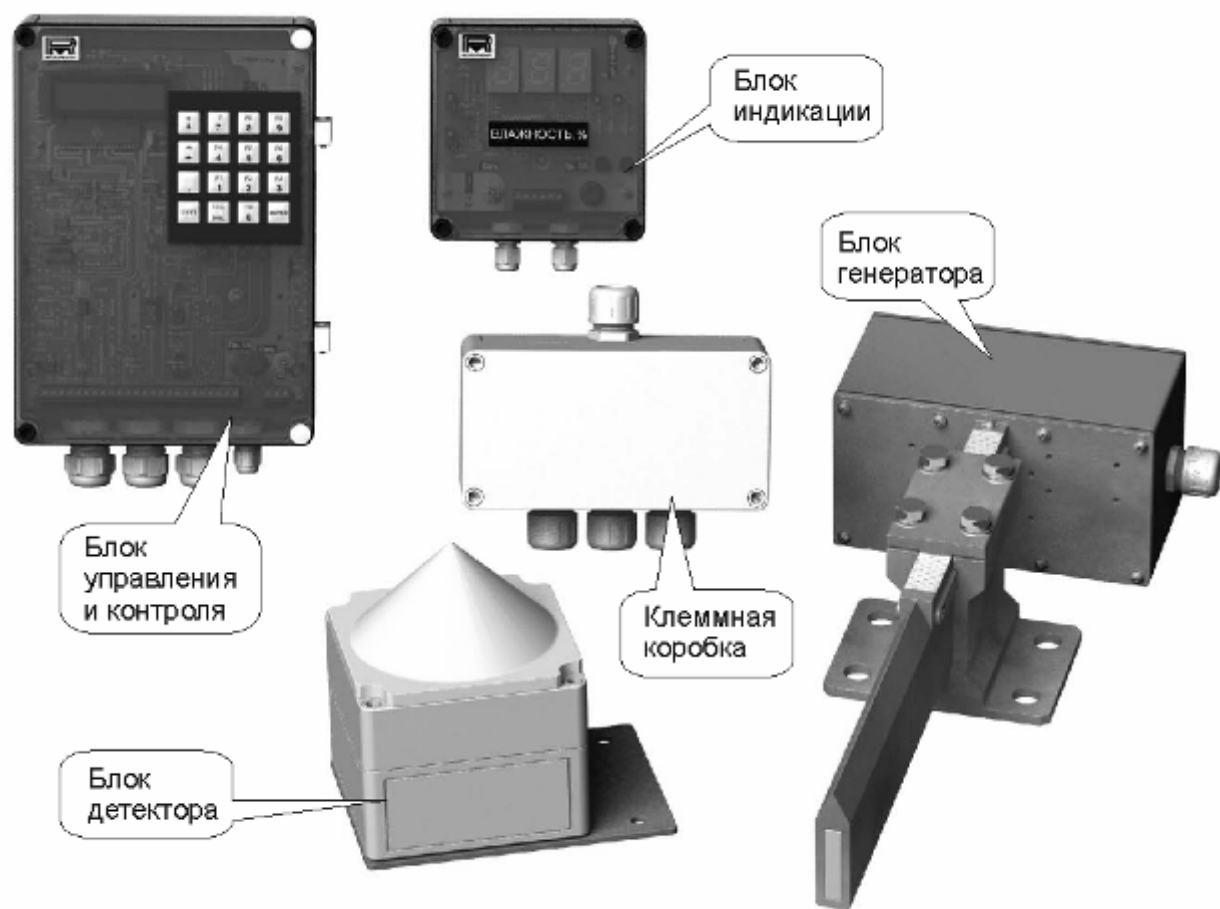

Рис. 1.1. Влагомер «МР-113АН». Общий вид
1.1. ДАННАЯ ИНСТРУКЦИЯ ПО МОНТАЖУ РАСПРОСТРАНЯЕТСЯ НА ВЛАГОМЕРЫ ПОТОЧНЫЕ «МИКРОРАДАР-113АН-1» и «МИКРОРАДАР-113АН-2» (далее—«МР-113АН»). На Рис. 1.1 изображён общий вид влагомера.